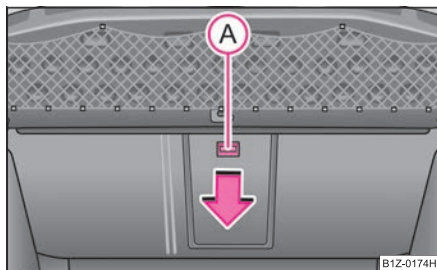

Fig. 114 Portbagajul:
- Împingeți tasta de deblocare în jos (A) ⇒ fig. 114 și rabatați capacul (cu cotiera) în față.
- Rabatați capacul și cotiera în sus, până la limită - capacul trebuie să se fixeze cu zgomot. Acest lucru îl recunoașteți după zona roșie de deasupra tastei de deblocare (A). Ea nu trebuie să fie vizibilă din portbagaj ⇒ fig. 114.